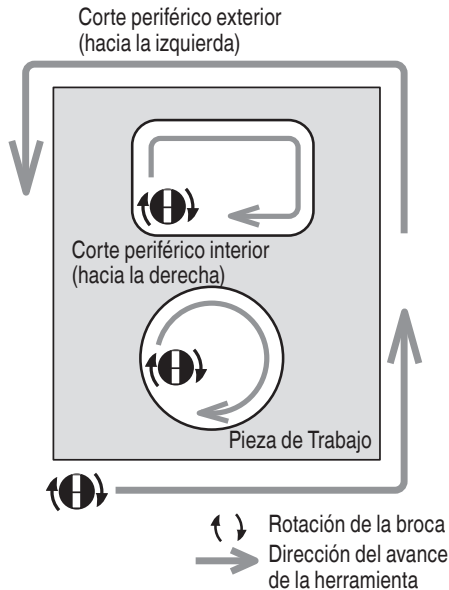

Fig. 14
- (1) Mantenga la broca separada de las piezas de trabajo y sostenga bien el cuerpo principal antes de encender la máquina.
- (2) La broca gira hacia la derecha (sentido de la flecha indicada en la base). Para lograr la máxima efectividad del corte, haga avanzar la herramienta de acuerdo con los sentidos de avance mostrados en la Fig. 14.